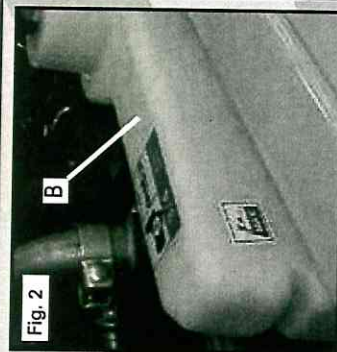

Fig. 2
- Comprobar el nivel en depósito (Fig. 2 (B)).